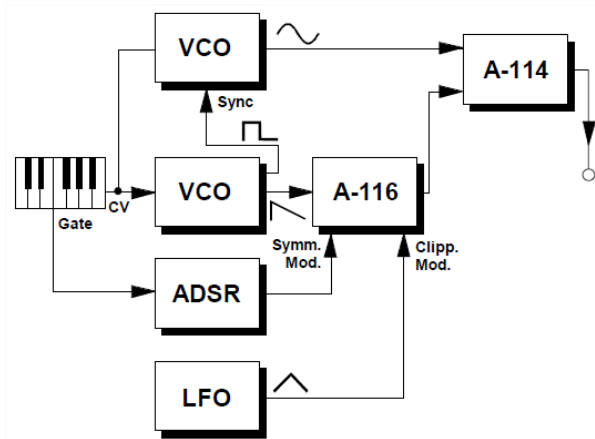

Fig. 3: The A-116 used in combination with a ring modulator and synced VCOs.
- Essayez d'utiliser les formes d'onde générées par l'A-116 pour moduler d'autres modules tels qu'un VCF ou un VCA. Essayez d'utiliser comme entrée le signal provenant d'un modulateur en anneau ou d'un VCO synchronisé. Vous pouvez également obtenir des résultats intéressants en introduisant la sortie du A-116 dans un modulateur en anneau ou dans la prise d'entrée sync d'un VCO (voir Fig.3).